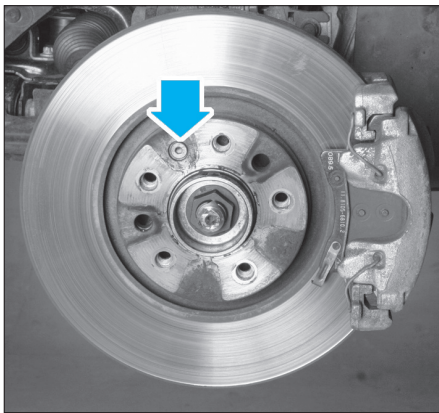

FIG. 10
- Déposer la vis de retenue du disque de frein (fig. 10).